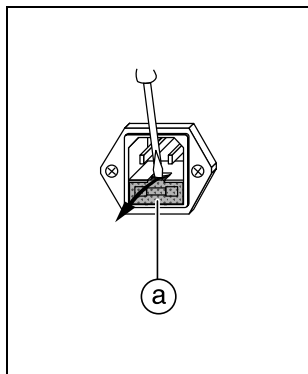

Fig. 2.1
Enlever la cartouche-fusible ① avec le support pour fusible primaire ② et fusible de réserve ③ (fig. 2.1).
Extraer la pieza inserta ① con montura para fusible primario ② y fusible de reserva ③ (Fig. 2.1).